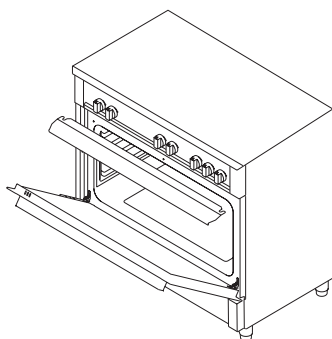

Abb. 27
3. Stellen Sie die Sicherheitsabdeckung unter das Bedienfeld, indem Sie das Glas der Frontabdeckung öffnen. (abbildung 27)